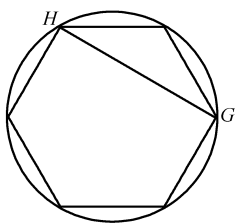

图 3-26 绘制直线
3) 在【功能区】选项板中选择【常用】选项卡, 在【绘图】面板中单击【直线】按钮, 绘制经过点 H 和点 G 的直线, 如图 3-26 所示。